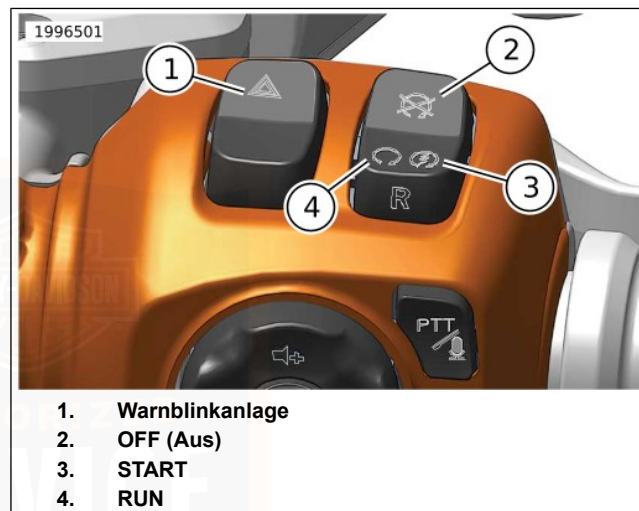

Abbildung 60. RHCM: Tasten des Motorbetriebsschalters und der Warnblinkanlage
1. Siehe Abbildung 60. Bei vorhandenem Sicherheitsschlüsselanhängen den Motorbetriebsschalter auf RUN (Ein) (4) stellen. Den Gasdrehgriff nicht drehen.
5. Den Anlasserknopf (START) (3) zum Anlassen des Motors drücken und loslassen.
2. Siehe Abbildung 60 . Den Motorbetriebsschalter auf OFF (Aus) (2) stellen.
1. Siehe Abbildung 60. Den Motorbetriebsschalter auf OFF (Aus) (2) stellen.